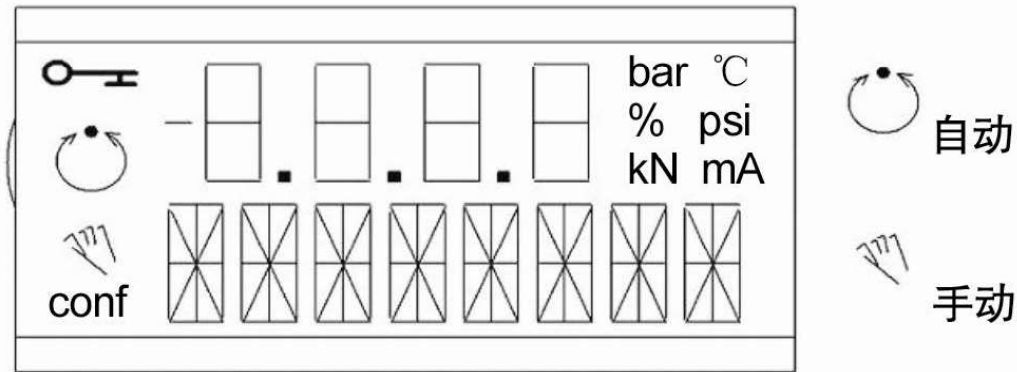

图7 显示器
- LCD显示：见图7，上排数据一般显示阀位开度信号，在设定工况时显示调节参数代码或参数值。当“%”符号点亮表示显示的数据是百分数，否则为其它数据。下排字符在运行时显示当前工况，在设置时一般显示参数名称或故障报警信息代码。